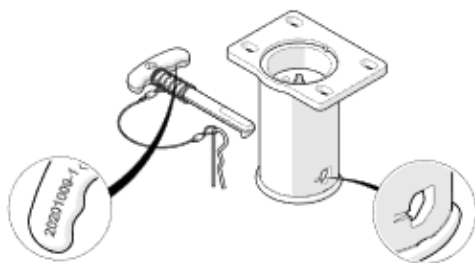

Figure 1
1. Tirer sur le manche de la poignée pour l'écarter de la ridelle (Figure 1 et 2)
Pour éviter toute mauvaise manipulation, les deux broches sont différentes et munies d'un détrompeur à leur extrémité. Elles sont identifiées par un numéro gravé sur le manche. Les chapes correspondantes présentent une ou deux encoches (chiffre correspondant à celui gravé sur le manche) au niveau de la sortie de la broche (voir figures 1 et 2).
1. Présenter la broche face au perçage d'entrée sur la chape correspondante (figure 1 et 2), avec le détrompeur vers le bas.
Utilisation de la porte arrière en double vantaux : Vérifier que les crochets de verrouillage (figure 1) du cadre de la porte sont engagés à droite et à gauche. Déverrouiller la poignée de la porte, puis la faire tourner pour ouvrir les deux vantaux. Verrouiller chaque vantail sur le crochet latéral de la ridelle avec l'anneau.